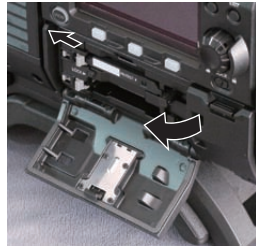
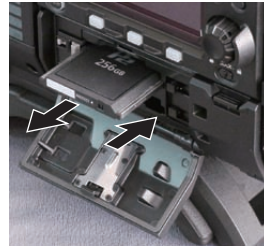

図 1
図 2
- イジェクトボタンをを起こしてから (図 1)、押し込みます。(図 2)